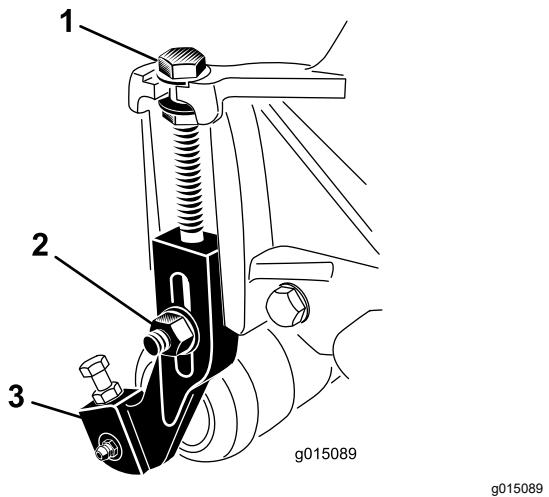

Figura 14
1. Allentate i dadi di bloccaggio che fissano le staffe dell'altezza di taglio sulle piastre laterali dell'apparato di taglio (Figura 14).